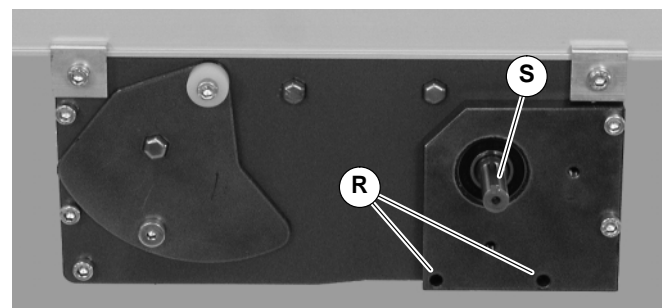

Abbildung 6
3. Lage der Antriebswelle (S auf Abbildung 6) feststellen und zwei (2) Schrauben entfernen (R).